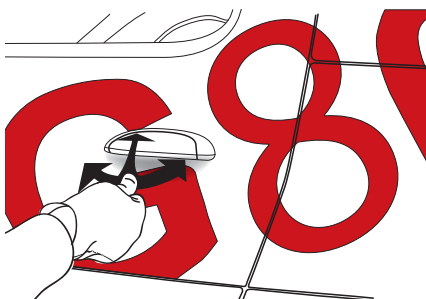

Abbildung 07
- › Die Folie ist mit dem Finger, durch Bewegungen von der Mitte zu den Rändern hin anzudrücken. Die Verklebung wird ausgehend vom Rand der Verformung zur Vertiefung hin durchgeführt. (Abb. 07)